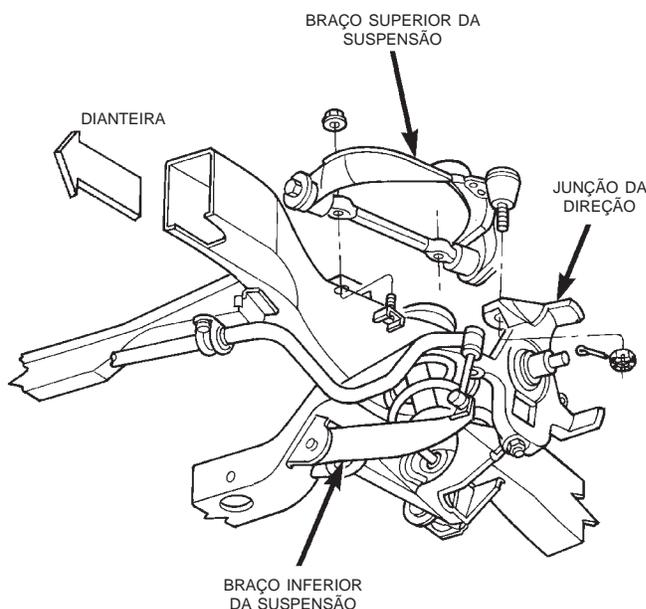

Fig. 8 Braço Superior da Suspensão
- (7) Remova as porcas de montagem da barra de articulação e remova o braço da suspensão (Fig. 8).
AVISO: Antes da instalação, assegure-se de que os parafusos reguladores da barra de articulação estejam em suas localizações originais. (Fig. 8).